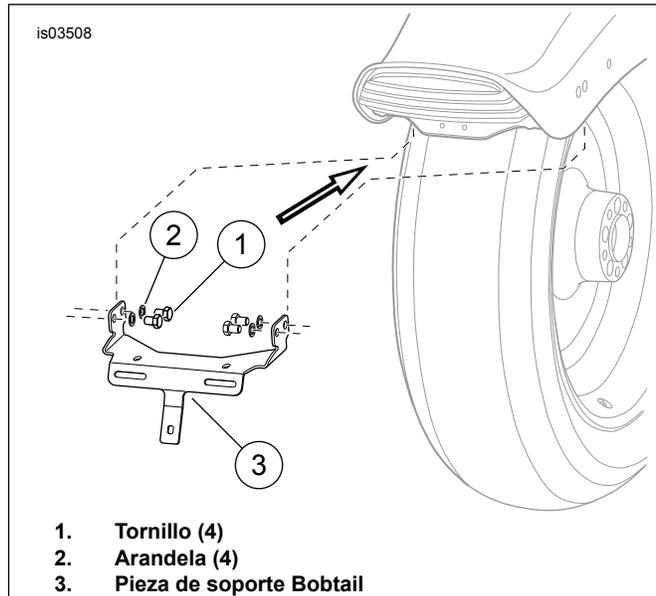

Figura 4. Instalación de la pieza de soporte Bobtail
1. Vea la Figura 4. Sujete la pieza de soporte Bobtail (3) del kit y la caja de la luz trasera LED usando los cuatro tornillos que se extrajeron anteriormente (1) y las arandelas (2) como se muestra. Apriete los tornillos a 20,3-27,1 N·m (15-20 lb-pie).